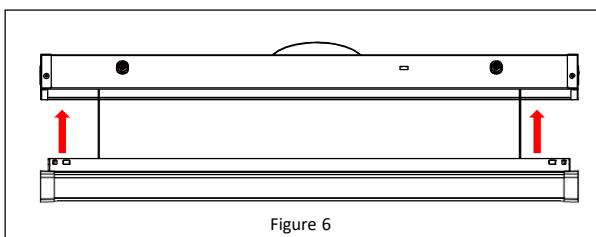

Figure 6
11. Refermez le luminaire en poussant soigneusement le diffuseur dans le corps du luminaire. Veillez à ne pas pincer les fils. *Reportez-vous à la Figure 6*.